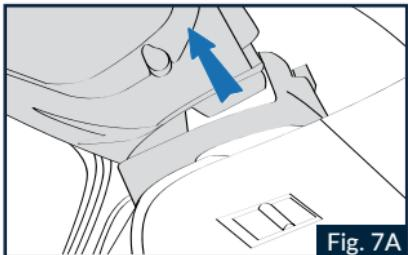
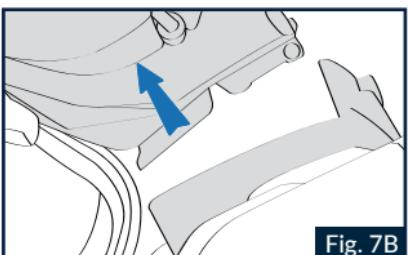

Fig. 7A
Fig. 7B
1.2 Pousser le levier de déclenchement du mécanisme latéral gauche vers l'arrière (Fig.6) jusqu'à la fin de la course et en même temps déplacer l'écran vers l'avant, en faisant d'abord sortir le crochet supérieur « A » (Fig.7A) et ensuite le crochet inférieur « B » de leurs logements respectifs, situés dans le mécanisme latéral (Fig.7B).
2.2 Placer la partie latérale gauche de l'écran sur le mécanisme latéral correspondant, en insérant le crochet inférieur de l'écran dans le logement correspondant dans le mécanisme (Fig.7B).
2.3 Tourner l'écran vers le mécanisme latéral en insérant le crochet supérieur « A » dans le logement correspondant dans le mécanisme latéral, de manière à ce que le levier de déclenchement se rétracte et revienne ensuite à sa position, accrochant l'écran au mécanisme latéral avec un déclic (Fig.7A).